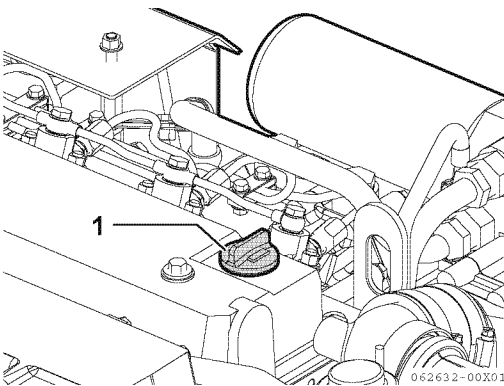

Figure 7
1. Retirez le bouchon du port de remplissage d'huile jaune (**Figure 7, (1)**) et remplissez avec de l'huile pour moteur.